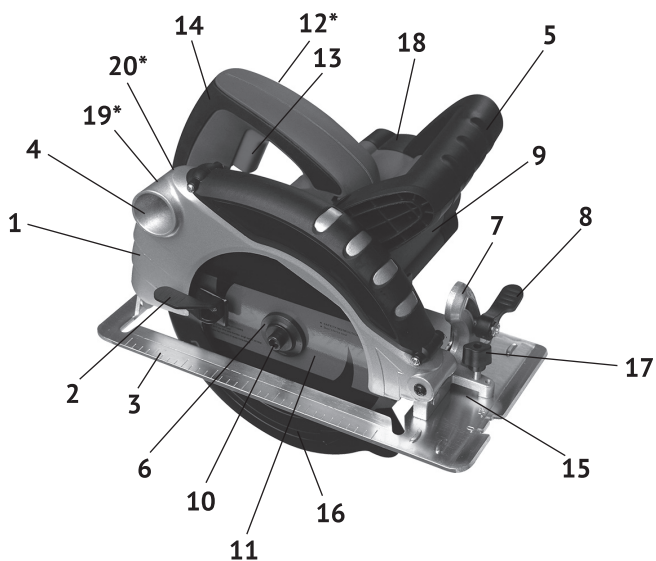

рис.1
1.6 Общий вид пилы представлен на рис.1
1.7 Пила состоит из коллекторного двигателя в пластиковом корпусе (рис.1 поз.9) с рукояткой (рис.1 поз.14) и металлического редуктора, совмещённого с верхним неподвижным кожухом (рис.1 поз.1). Крутящий момент с якоря электродвигателя, через шестерню, передаётся на шпиндель, соосный с электродвигателем. На шпиндель пилы, между опорным и зажимным (рис.1 поз.6) фланцами крепится пильный диск (рис.1 поз.11). Это основной рабочий инструмент пилы.
1.8 Клавиша выключателя (рис.1 поз.13) расположена в нижней части рукоятки (рис.1 поз.14). Во избежание самопроизвольного включения инструмента, выключатель снабжён блокировкой клавиши (кнопка блокировки, рис.1 поз.12, расположена на левой части рукоятки). Включение пилы осуществляется нажатием на клавишу выключателя (рис.1 поз.13) указательным пальцем после нажатия и удержания кнопки блокировки большим пальцем. Пила отключается при отпускании клавиши выключателя, при этом кнопка блокировки (со щелчком) возвращается в исходное положение.
- зафиксировать шпиндель, нажав на стопор шпинделя (рис.1 поз.18);
- открутить ключом (входит в комплект поставки) винт крепления диска (рис.1
поз.10), снять прижимной фланец (рис.1 поз.6);
- переместить вверх за рычаг (рис.1 поз.2) нижний подвижный кожух (рис.1 поз.3), снять пильный диск (при замене);
2.2.3 При необходимости изменения глубины пиления, поднять рычаг (рис.1 поз.19) фиксации глубины пропила, выставить направляющую плиту (рис.1 поз.3) по шкале (рис.1 поз.20) в нужное положение и зафиксировать в выбранном положении, опустив рычаг.
- ослабить винты (рис.1 поз.8) фиксации угла наклона (с двух сторон);
- подняв за рукоятку двигатель с диском, выставить по шкале кронштейна (рис.1 поз.7) необходимый угол пиления;
Внимание! При пилении под наклоном, значение глубины пропила, устанавливаемое по шкале (рис.1 поз.20), не совпадает с истинным значением. Глубина пропила в данном случае равна перпендикуляру от вершины пильного зуба к плоскости направляющей плиты.
установите параллельный упор - линейку. Упор вставляется в отверстия (рис.1 поз.15) направляющей плиты (справа или слева) и крепится винтом (рис.1 поз.17).
Внимание! Не фиксируйте нижний подвижный кожух (рис.1 поз.16) в открытом положении. Это может привести к заклиниванию диска, а также к травмам и повреждениям. Кожух будет автоматически сдвигаться при подаче заготовки.
необходимо открутить заднюю крышку (рис.1 поз.18) корпуса двигателя, открутив винты.